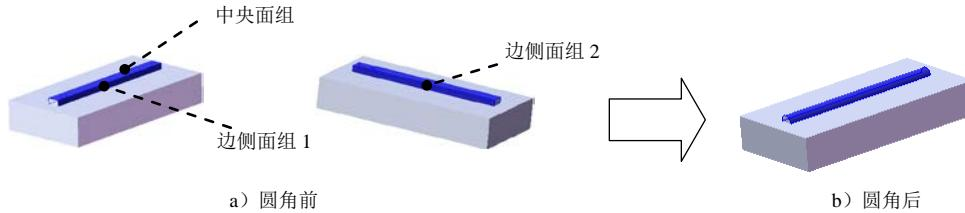

图 14.3.6 圆角 1
Step4. 创建图 14.3.6 所示的圆角 1。
- (1) 选择命令。选择下拉菜单 **插入(I)** → **特征(E)** → **圆角(U)...** 命令（或单击 按钮），系统弹出“圆角”对话框。
- (2) 定义圆角类型。在 **圆角类型(Y)** 区域选中 **完整圆角(E)** 复选框。
- (3) 定义圆角对象。